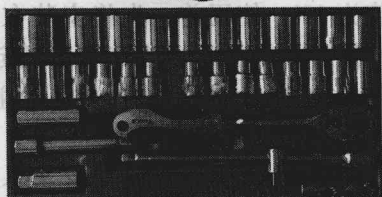

图 1-4 套筒扳手
3. 套筒扳手 套筒扳手是由一套尺寸不等的梅花筒组成,如图 1-4 所示,使用时用弓形的手柄连续转动,工作效率较高。